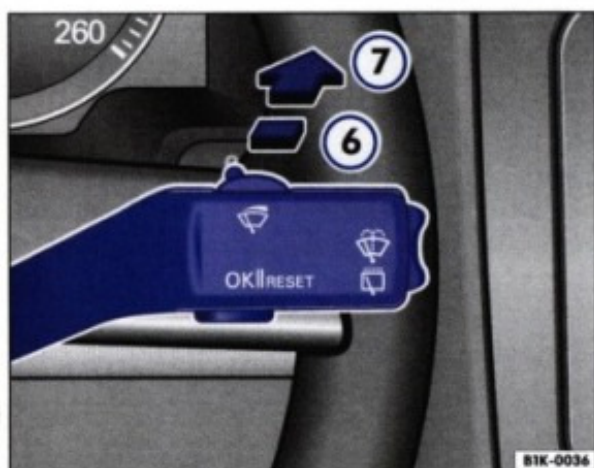

Fig. 48 Manetă pentru acționarea ștergătoarelor: Ștergătoarele de lunetă
– Apăsați maneta în față, în poziția ⇒ fig. 48 ⑥. Brațul ștergătorului lunetei funcționează din 6 în 6 secunde.
- Apăsați maneta în față, în poziția ⇒ fig. 48 ⑦. Instalația de spălare intră în funcțiune imediat, iar ștergerea începe cu puțină întârziere. Ștergătorul funcționează atât timp cât se menține maneta în această poziție.